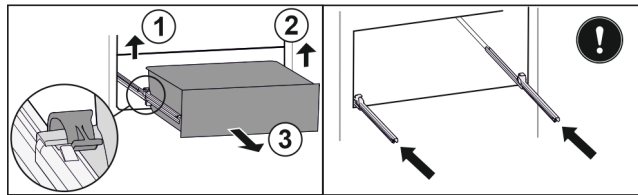

Fig. 140
- ▶ Приподнимите левый зажим и одновременно вытяните движением вперед выдвижной ящик слева. *Fig. 140 (1)*
- ▶ Приподнимите правый зажим и одновременно вытяните движением вперед выдвижной ящик справа. *Fig. 140 (2)*
- ▶ Извлеките выдвижной ящик движением вперед. *Fig. 140 (3)*